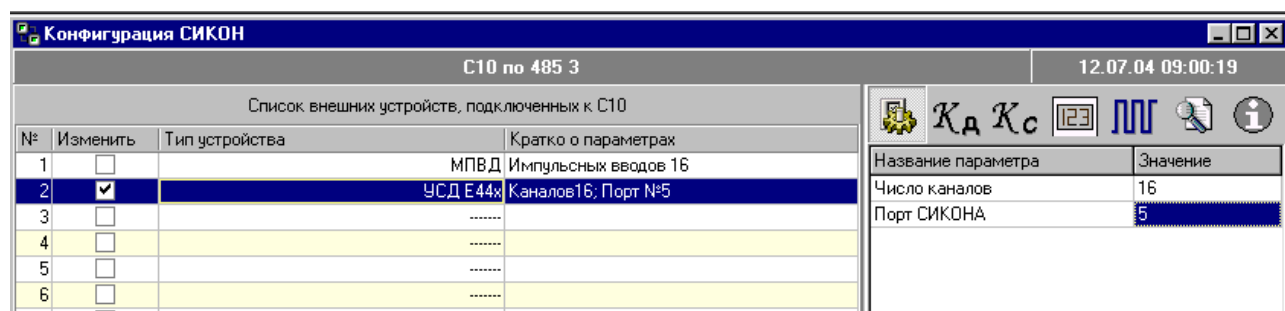

Рис.2.
2. В меню «Управление \ Конфигурация СИКОН» указать устройство «УСД Е44х». В настройках устройства указать число импульсных каналов УСД и номер последовательного порта контроллера СИКОН, к которому подключено УСД (см. Рис.2). Записать настройки в контроллер.